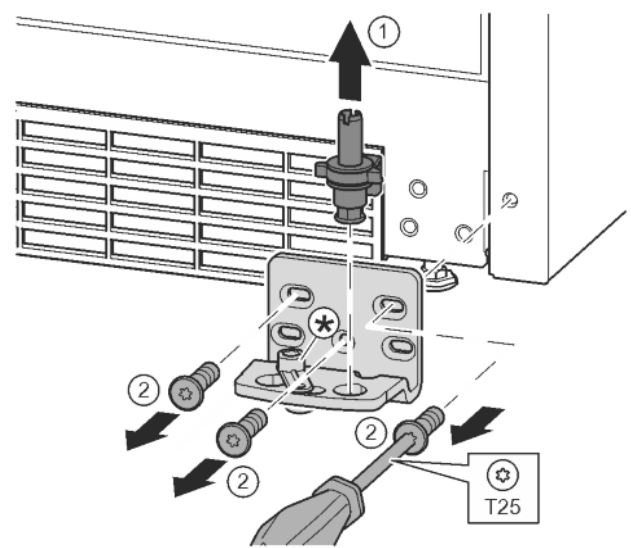

Fig. 15
- ▶ Pilnīgi izvelciet ārā uz augšu gultņa tapu. *Fig. 15 (1)*
- ▶ Ar skrūvgriezi T25 izskrūvējiet skrūves un noņemiet gultņa balstu. *Fig. 15 (2)*